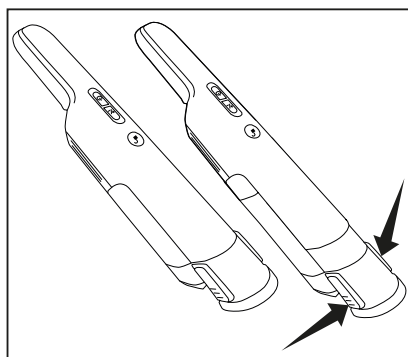

Fig. 3
1. La capacità del contenitore per la polvere può essere ampliata premendo i pulsanti sui lati del contenitore e estendendolo verso l'esterno (Fig. 3).